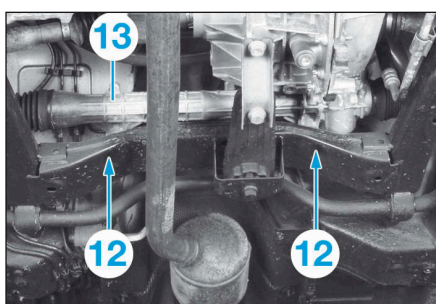

FIG.14
- Déposer (Fig.14) :
- les vis (12) du boîtier de direction (13),
- le boîtier de direction (13) par le passage de roue gauche.